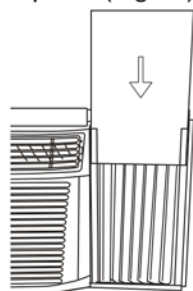

Fig.22
Étape 3. Faites glisser le panneau isolant R1 dans le rideau latéral, le côté avec le motif doit faire face à l'intérieur de la pièce.(Fig.22)